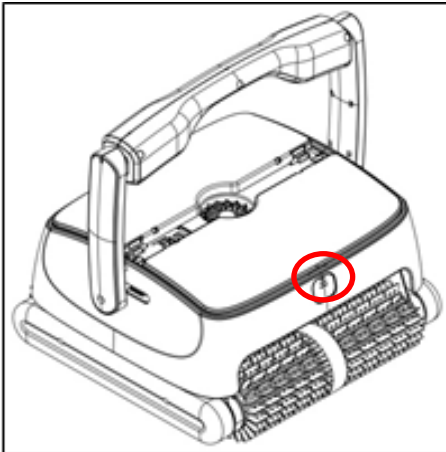

Abbildung 1
- a. Drücken Sie die Öffnungstaste (siehe Abbildung 1)